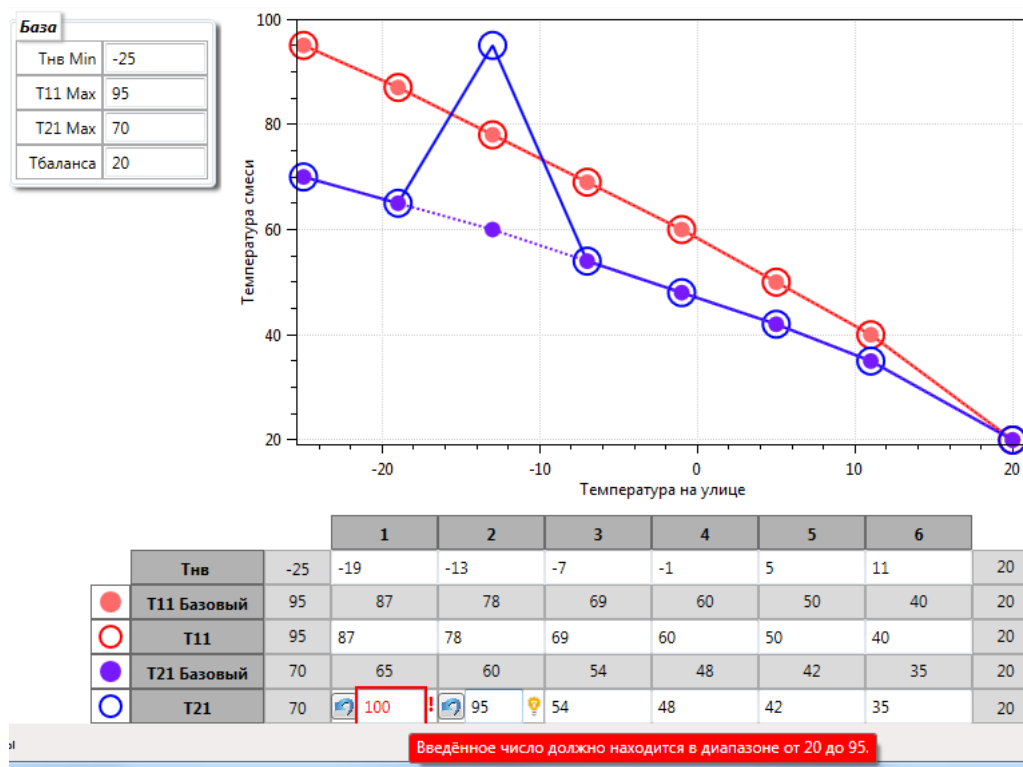
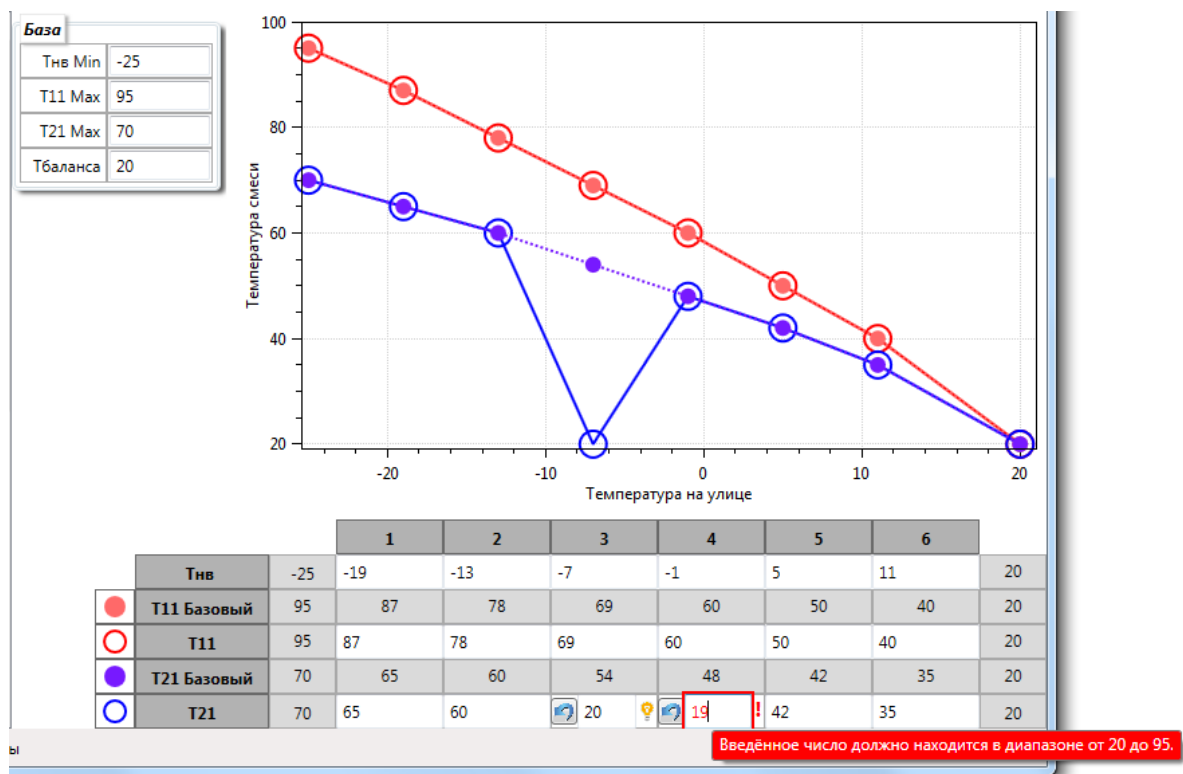

Рисунок 52– контроль верхней границы для T21
Рисунок 53 – контроль нижней границы для T21
- $T11Max \leq T21 \leq Tбаланса$  (Рисунок 52 и Рисунок 53).